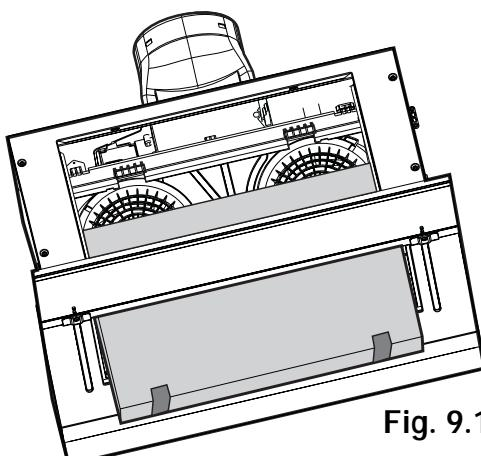
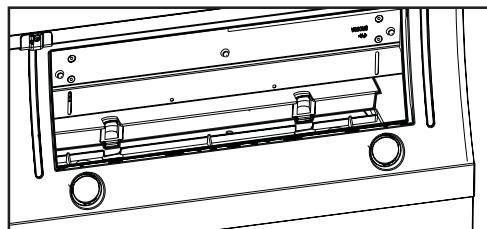

Fig. 9.1
Fig. 9.2
3. Introduzca el filtro de carbón en los ganchos superiores **T** (**Fig. 9.1**) y fíjelo de forma definitiva con los ganchos inferiores **S** (**Fig. 9.2**).